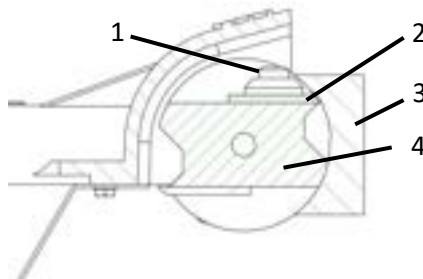

Fig. 13 Regolazione del coltello
- > Allentare la vite del coltello (1 - Fig.13).
- > Far scorrere il coltello (2 - Fig.13) fino in fondo.
- > Posizionare il calibro del coltello (3 - Fig.13) sul rullo (4 - Fig.13) in modo che poggi sulle due superfici di appoggio del rullo in alto e in basso.